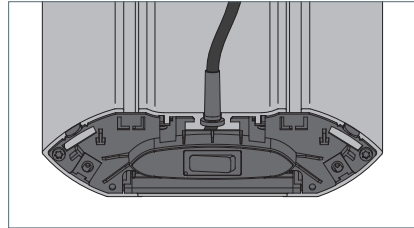

Fig. 2: Tülle positionieren.
- ▶ Führen Sie die Anschlussleitung durch die Kabeldurchführung und schieben Sie die Tülle in die Kabeldurchführung, siehe Fig. 2.